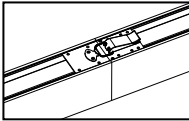

Рис. 3
- Внимание!** Обязательно зафиксируйте осветительные приборы между собой с помощью замка на корпусе (рис. 3).